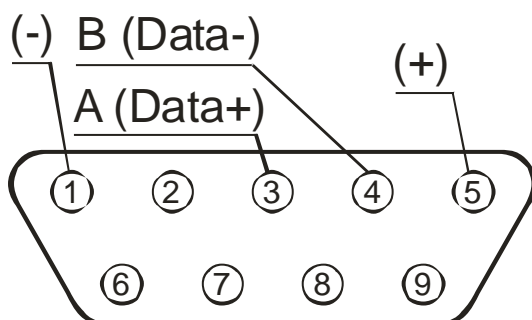

Рис. 4
4. Подключить к контроллеру пульт и измеритель кабелем данных (RS-485). Для подключения кабеля на всех модулях размещены разъемы DB9 (штыри) с одинаковой распайкой (рис. 4).